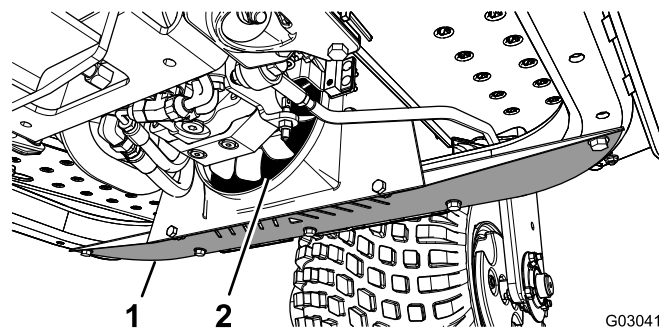

Рисунок 50
- Снимите нижний щиток (Рисунок 50).
- С помощью распылителя продуйте сжатым воздухом пространство между лопастями вентилятора (Рисунок 50), чтобы выдуть загрязнения с той стороны, откуда они были занесены.